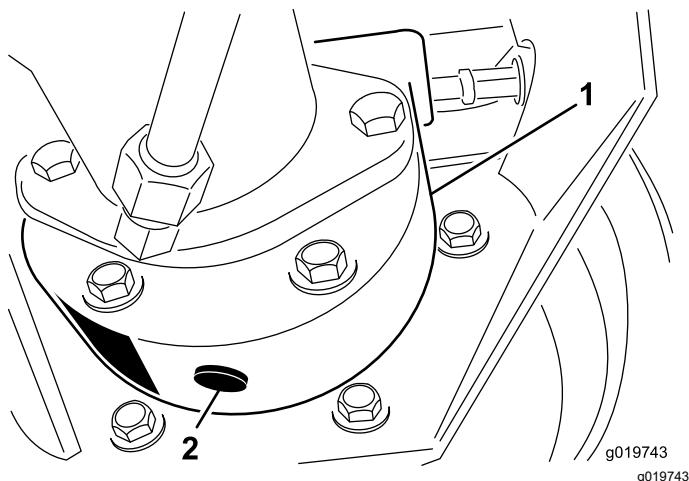

Figure 55
3. Placez un bac de vidange sous le carter de frein et enlevez le bouchon pour permettre à l'huile de s'écouler (Figure 55).